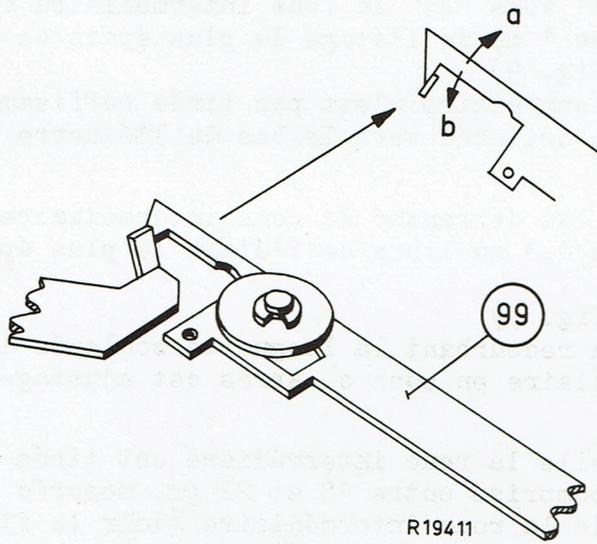

Fig.11
F. DEMARRAGES (voir la fig. 11)
Ajustage (voir la fig. 11)